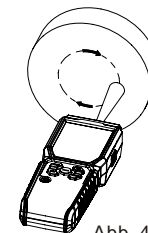

Abb. 4
1. Berührungslos---RPM/Hz Messung (Abb.4)